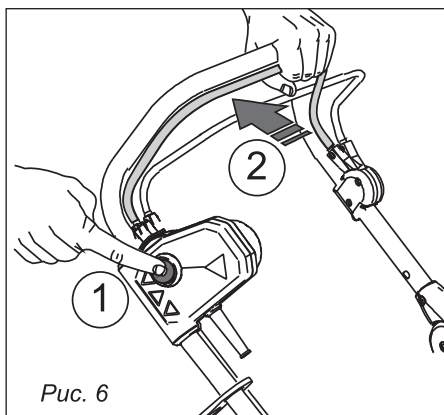

Рис. 6
8.1. Включение снегоборщика (рис.6)